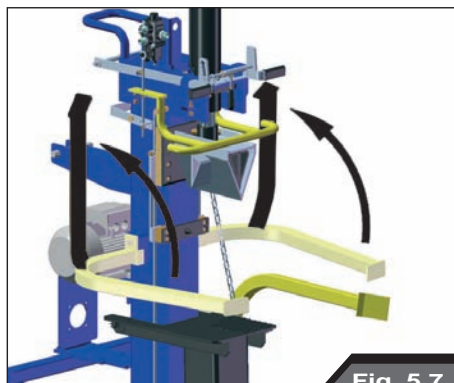
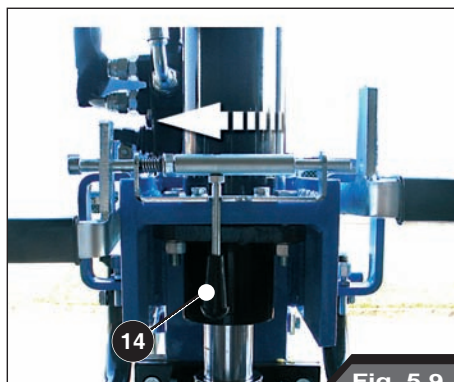
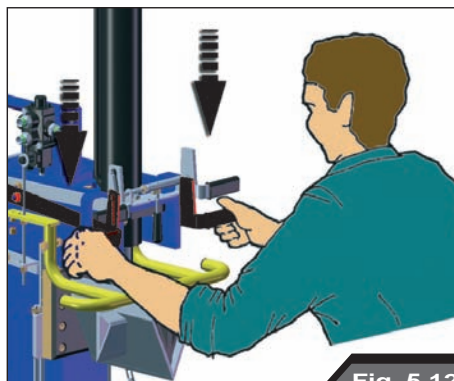
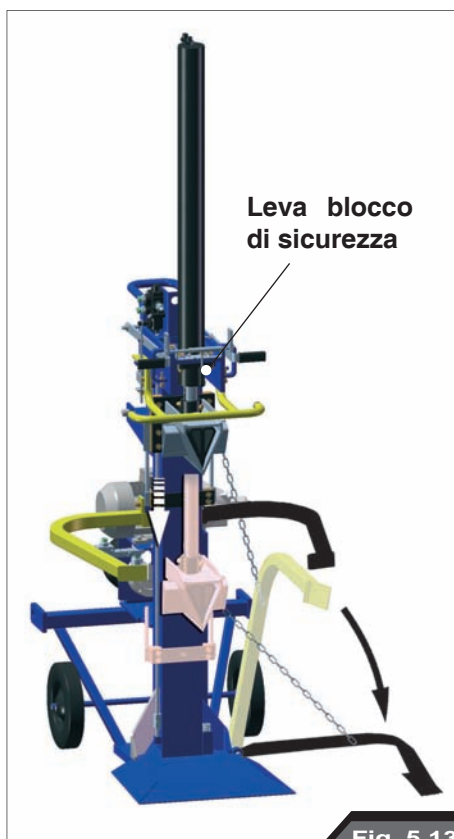

Fig. 5.7
Fig. 5.9
Fig. 5.12
Fig. 5.13
Lo spaccalegna **possiede due fermaceppi pensati per la vostra sicurezza** (Fig. 5.7), uno per lato, hanno la funzione di arrestare la caduta del ceppo spaccato in modo da non ferire l'utilizzatore. Il vostro spaccalegna è dotato di una **leva blocco di sicurezza** che impedisce il movimento delle leve di comando e di conseguenza lo spostamento del cuneo. Se il blocco di sicurezza è innestato dovete agire sulla leva **portandola verso sinistra** (Fig. 5.9, 14) **per abilitare il funzionamento del cuneo spaccalegna.**
- Premete su **entrambe le leve di comando** (Fig. 5.12). Il cuneo si abbassa lentamente (Fig. 5.13).
- **Ora bloccate il vostro spaccalegna con la leva blocco di sicurezza spostando la leva verso destra** (Fig. 5-9 e Fig. 5-13). In questo modo avrete le